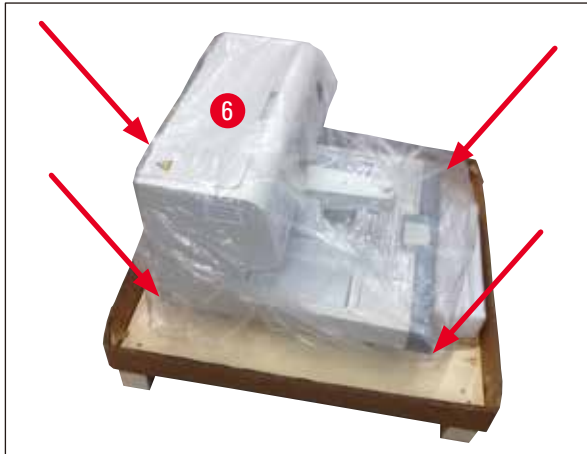

図 5
5. 装置(→ 図 5-6) をパレットから取り出すときは、必ず 2 人でハウジング底部の四隅を下から持ち上げてください(→ 図 5)。